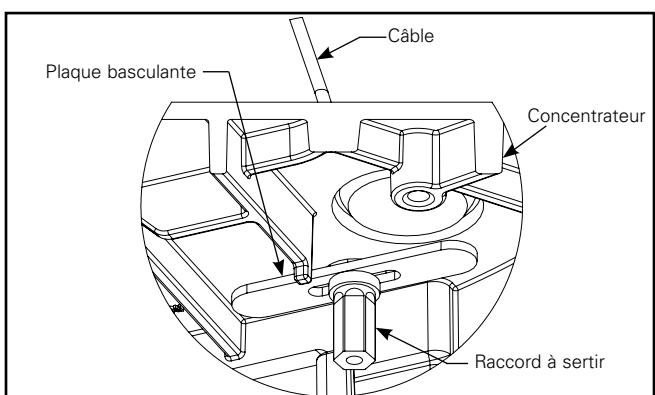

Figure 3.3.
- Une fois qu'elle est insérée, assurez-vous que la surface épaisse de la plaque basculante est parallèle à la surface supérieure et n'obstrue pas les nervures sur le couvercle supérieur du concentrateur (figure 3.3). Mettez l'unité à niveau en effectuant des ajustements à mi-chemin du jeu de câble à 4 points.